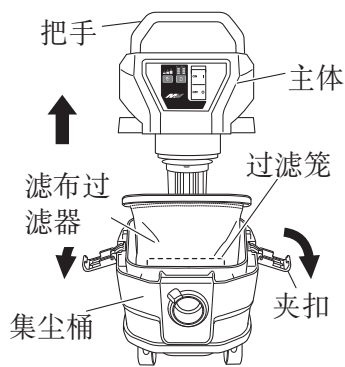
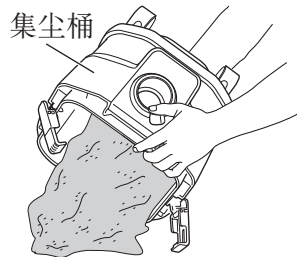

图 12
图 23
- (1) 拆下两个夹子，用手柄拉起头部并将其从集尘桶中取出。（见图 12）
(1) 拆下两个夹子，用手柄拉起头部并将其从集尘桶中取出。(见图 12)
(2) 安装过滤器
- (1) 拆下两个夹子，用手柄拉起头部并将其从集尘桶中取出。（见第 16 页的图 12）
- (2) 轻轻敲几下滤布过滤器的内侧，去除附着在滤布过滤器上的灰尘。
- (3) 倾斜集尘桶倒出灰尘。（参照图 23）
- (4) 将滤布过滤器、过滤笼、主体和夹扣都放回原来的位置。